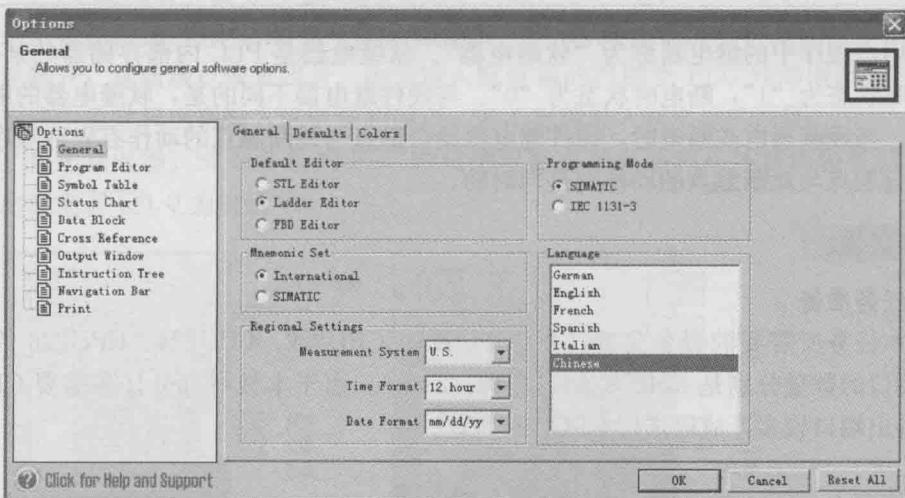

图 1-6 S7-200 编程软件的“Options”（选项）对话框
(2) 将英文操作界面转为中文操作界面。单击编程软件主菜单“Tools”（工具）中的“Options”（选项）对话框，如图 1-6 所示。